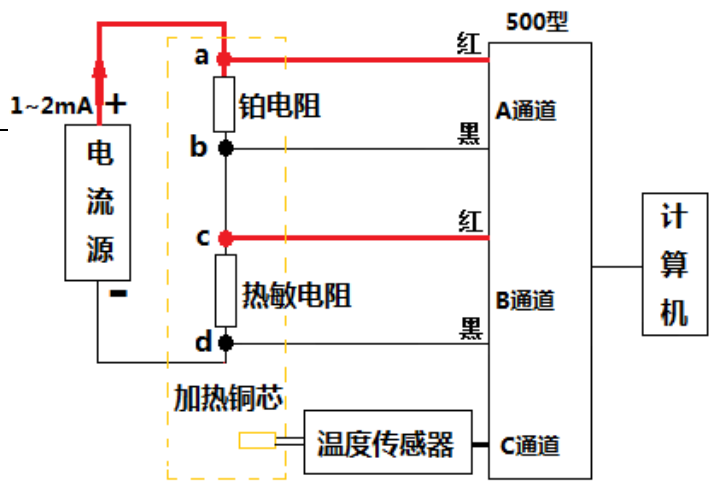

图 42-2 测定电阻温度特性原理图
- 按原理图（图 42-2）将已串接好的金属铂电阻和热敏电阻连接到恒流源“+”、“-”极上；
- 按原理图（图 42-2）将 A 通道电压传感器香蕉插头连接到铂电阻两端上（注意：判断那一端电位高，红色插头接高电位，黑色接低电位。）；
- 同样，根据原理图（图 42-2）将 B 通道电压传感器香蕉插头连接到热敏铂电阻两端上（注意：判断那一段电位高，红色香蕉插头接高电位，黑色接低电位。）；